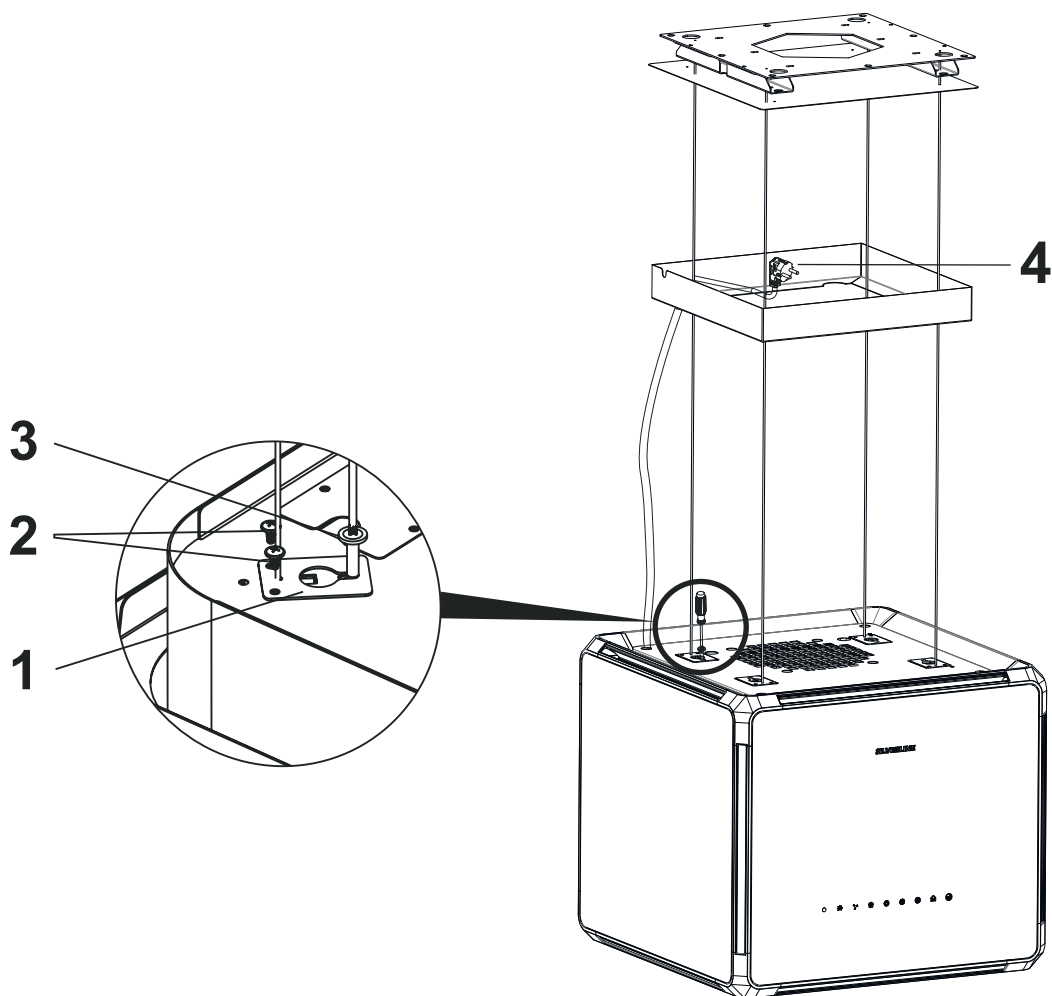

Fig. 15
1. ➤ Montare i 4 meccanismi di bloccaggio dei ganci a soffitto (1) sul corpo con viti 3,5 x 9,5 (2) e viti M5 x 15 (3) (Fig. 15)
2. ➤ Far passare il cavo di alimentazione (4) attraverso il passaggio del cavo di alimentazione (Fig. 15/5) nella piastra di sospensione a soffitto ed effettuare il collegamento elettrico. Chiudere il coperchio della piastra di aggancio al soffitto.